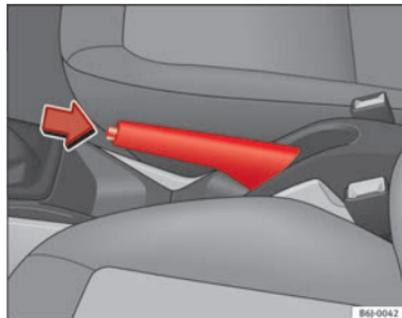

Fig. 122 Freno de mano entre los asientos delanteros
- Tire con fuerza de la palanca del freno de mano hacia arriba ⇒ **fig. 122**.
- Tire ligeramente de la palanca hacia arriba, presione el botón de desbloqueo en la dirección de la flecha ⇒ **fig. 122** y baje completamente la palanca ⇒ **△**.